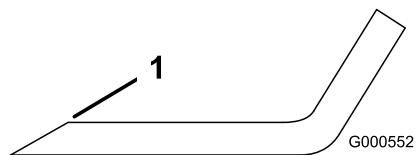

Figure 109
1. Au moyen d'une lime, aiguissez les tranchants aux deux extrémités de la lame (Figure 109).
Remarque: Si la lame est déséquilibrée, limez un peu l'extrémité de l'ailette seulement (Figure 109).